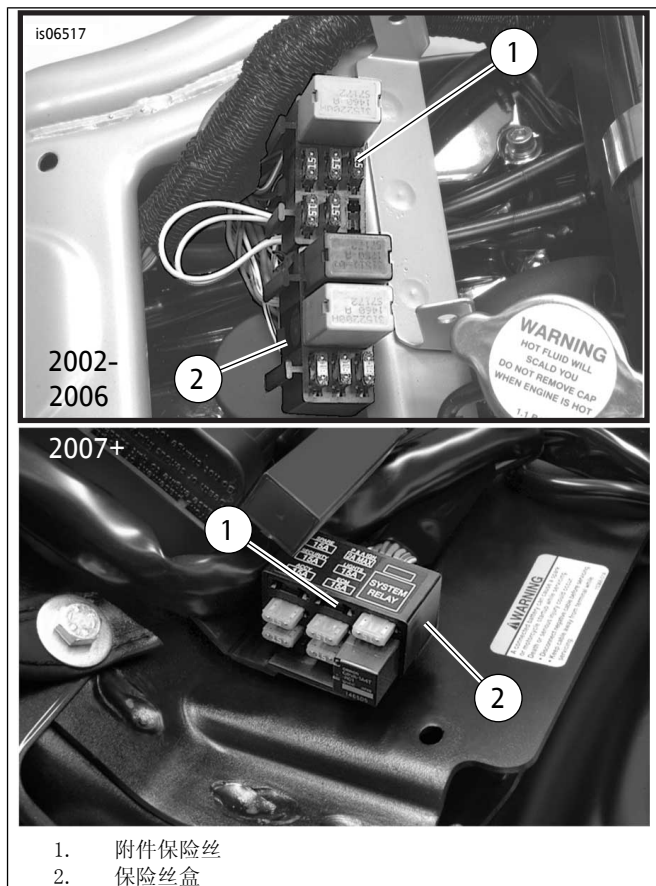

图15. 附件保险丝的位置( 威路德车型 )
- 参见图15。将保险丝盒( 2 )附近的主线束护套在适当位置小心地切开，然后切断接到保险丝空腔( 1 )的橙色/白色主线束电线，该电线标记有：